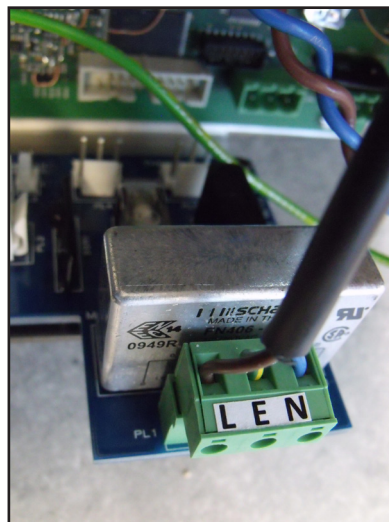

Figura 1 Conexão do conector de energia elétrica
Qualquer cabo de conexão de energia deve ter as 3 fases isoladas, com isolamento mínimo de 0,5mm e classificado para 300 V. Os cabos devem ter os condutores de Tensão (L), Neutro (N) e Terra (E). Certifique-se de que sejam usados cabos e isoladores de energia elétrica com a classificação correta para garantir que a segurança da instalação elétrica seja mantida. Conecte cada condutor de Tensão (L), Neutro (N) e Terra (E) aos terminais com as marcas correspondentes (L, N, E) no conector de entrada de energia elétrica mostrado na Figura 1 acima. Certifique-se de que a fonte de energia elétrica seja suficiente para atender as necessidades de consumo.